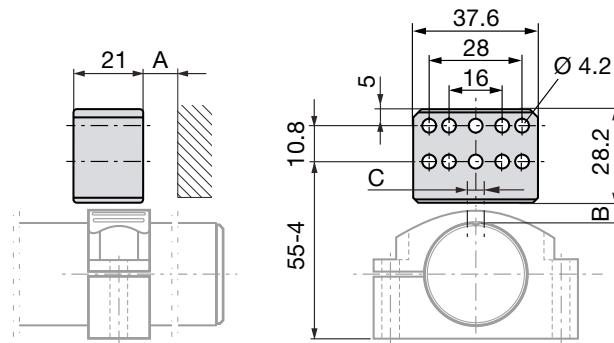
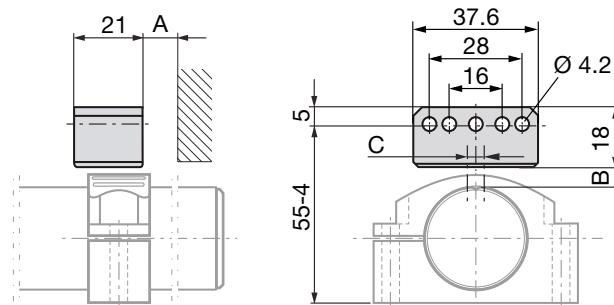

Fig. 4-1 : Cotes et distances avec capteur de position BTL6-A-3800-2
Fig. 4-2 : Cotes et distances avec capteur de position BTL6-A-3801-2
- La distance A entre le capteur de position et les pièces, qui sont constituées en matériau magnétisable, doit être d'au moins 10 mm (voir Fig. 4-1 et Fig. 4-2).
- Les valeurs suivantes doivent être respectées pour la distance B entre le capteur de position et le BTL et pour le déport C (voir Fig. 4-1 et Fig. 4-2) :
Tab. 4-1 : Distance et déport pour capteur de position (voir Fig. 4-1 et Fig. 4-2)